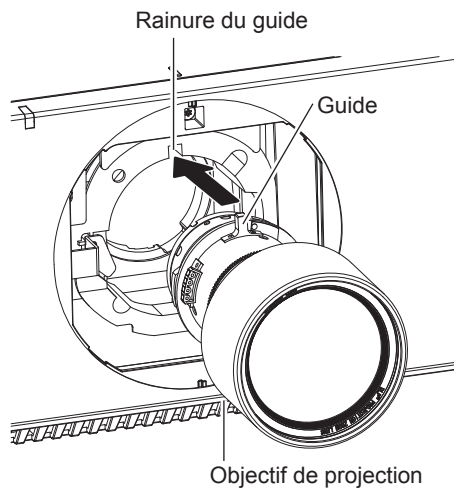

Fig. 1
- 1) Retirez le couvercle de support d'objectif, alignez le guide de l'objectif de projection avec la rainure du guide du projecteur, puis insérez-le dans l'extrémité. (Fig. 1)